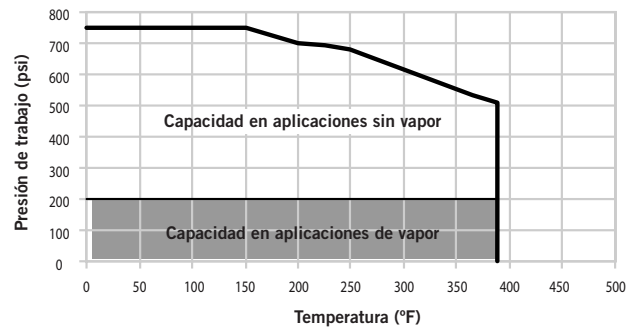

Figura 1: Cédulas 40 y 80 y espesor equivalente Tuberías de acero al carbón métricas y de acero inoxidable Cédula 40S Tubería de acero
- Para aplicaciones sin vapor que emplean tuberías de acero al carbón de espesor equivalente métrico cédulas 40 y 80 o tuberías de acero inoxidable cédula 40S, las uniones que utilizan el acople Estilo 870 ofrecen presiones de trabajo que fluctúan entre vacío total (29.9 pulg. Hg/760 mm Hg) hasta 740 psi/5102 kPa, dependiendo de la temperatura máxima del sistema. Consulte la Figura 1 para ver los valores específicos de presión y temperatura.